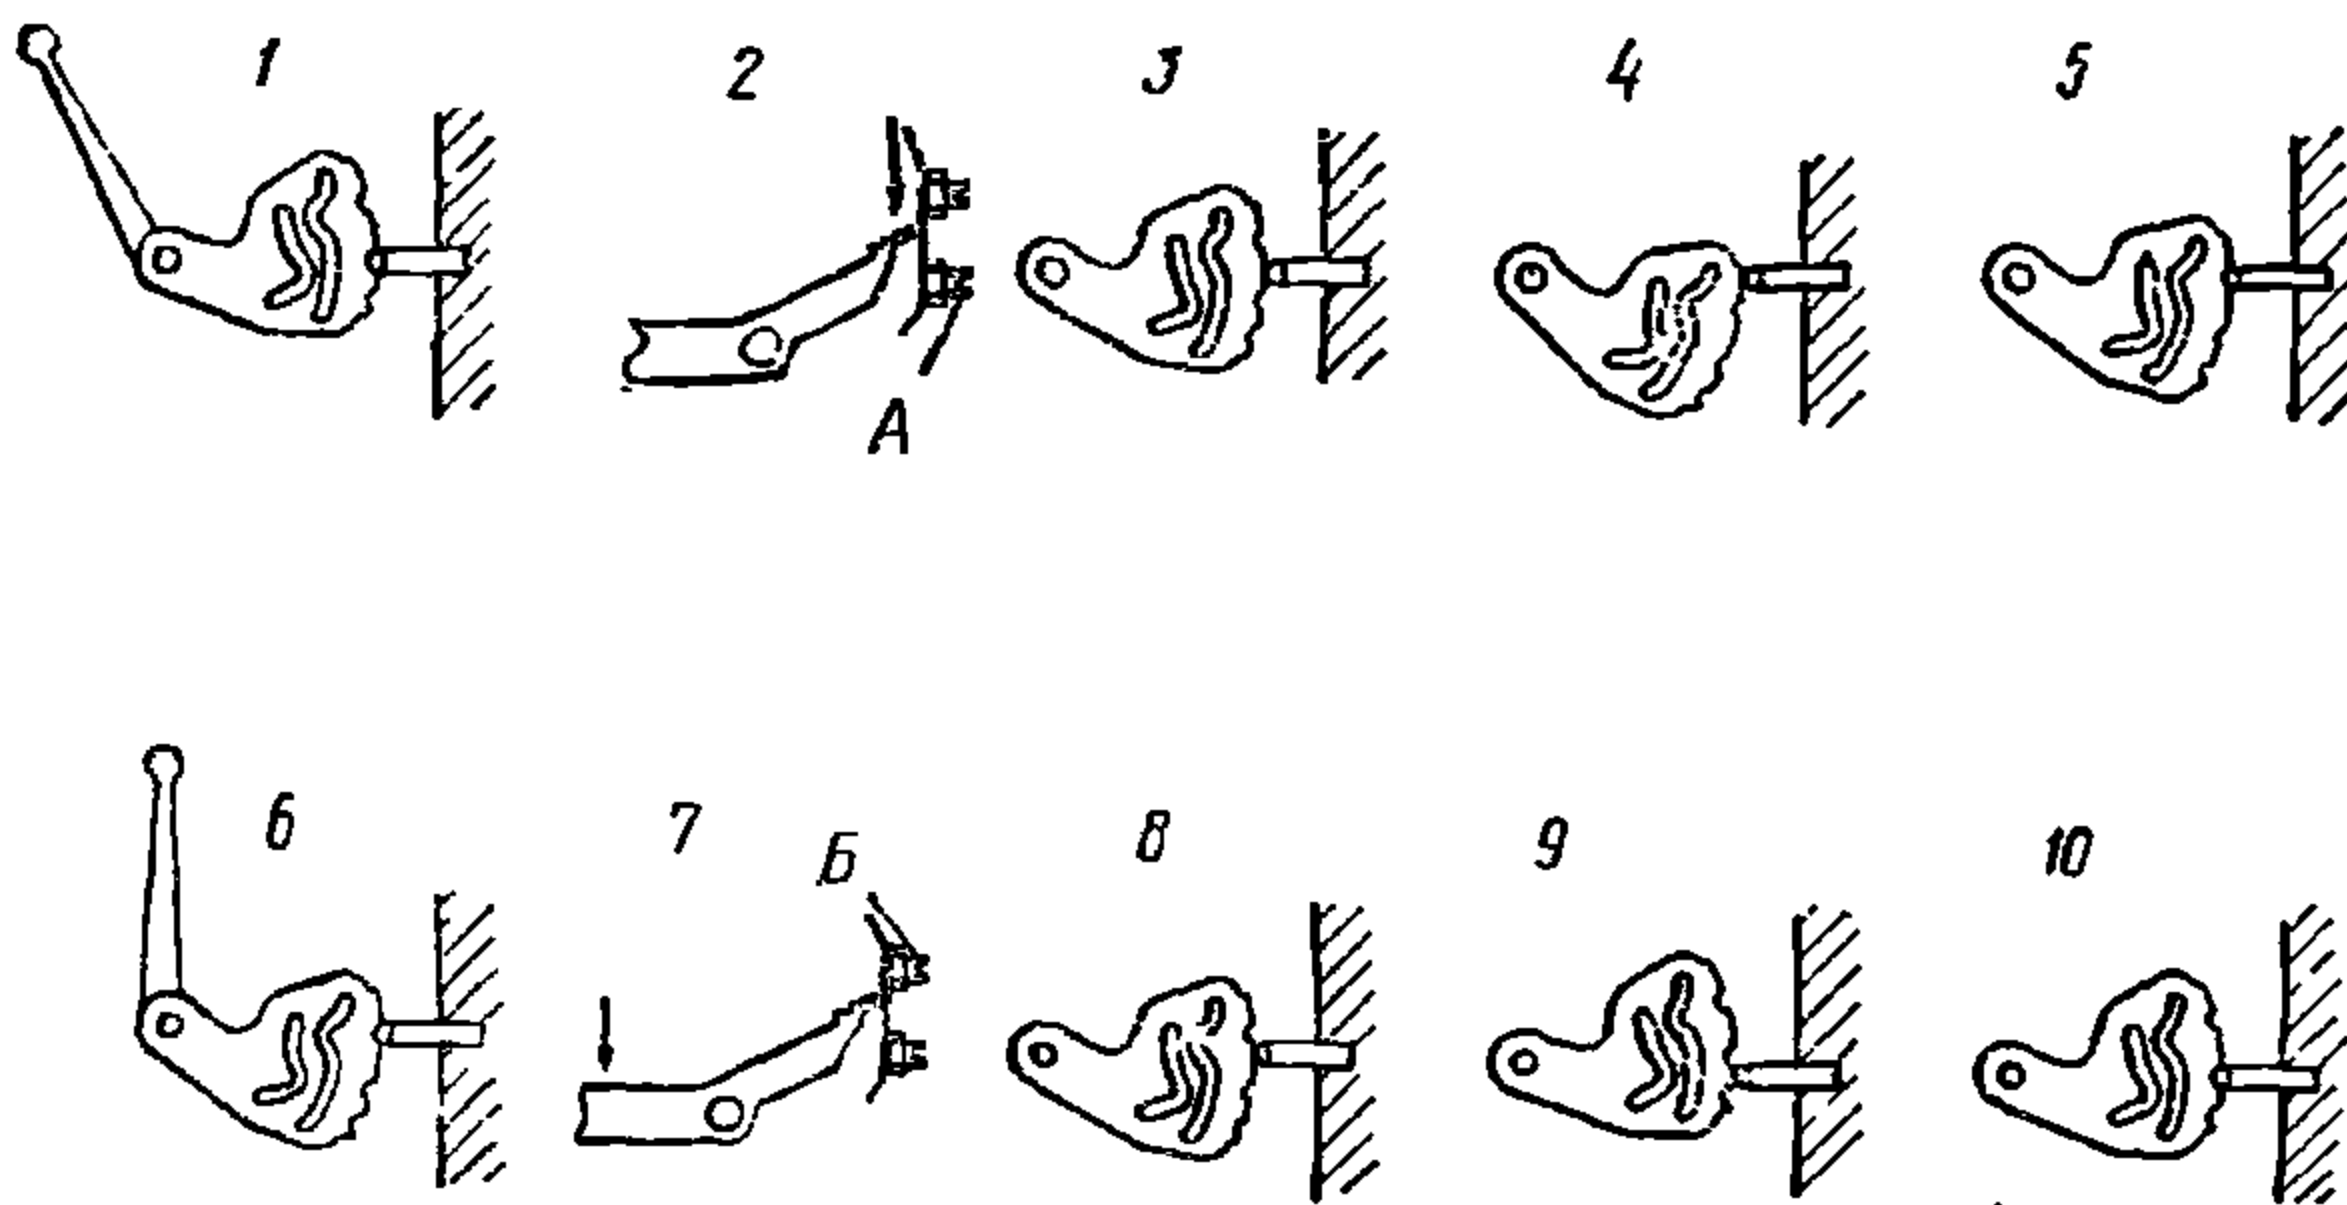

Рис. 17. Схема регулировки механизма переключения передач
Нормальная работа механизма переключения передач обеспечивается своевременной регулировкой величины хода педали ножного переключения. Механизм переключения передач регулируют с помощью упоров (регулирующих винтов), ограничивающих поворот кривошипа собачки (рис. 17), а следовательно, и ход педали ножного переключения.
1. Регулируют нижний упор. Рукояткой ручного переключения поворачивают сектор переключения передач в положение II передачи, фиксатор при этом попадает в соответствующую выемку сектора (см. рис. 17, положение 1).